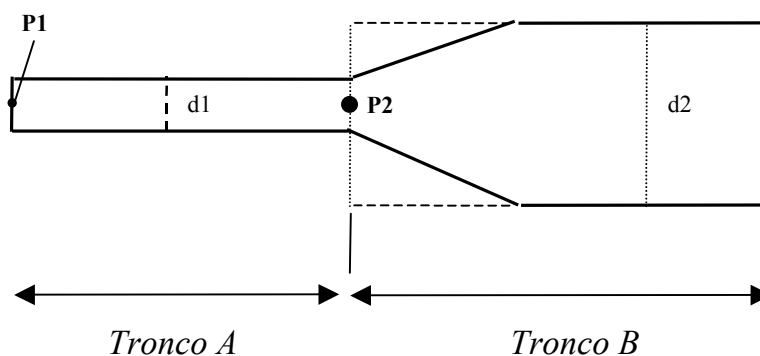

Figura 1
- variazione del diametro della fattispecie (tubo, cavo, fascio di tubi, fascio di cavi). Si precisa che relativamente ai cavidotti e alle condotte, i raccordi devono essere integrati nel tratto di condotta o cavidotto avente diametro maggiore (Figura 1);